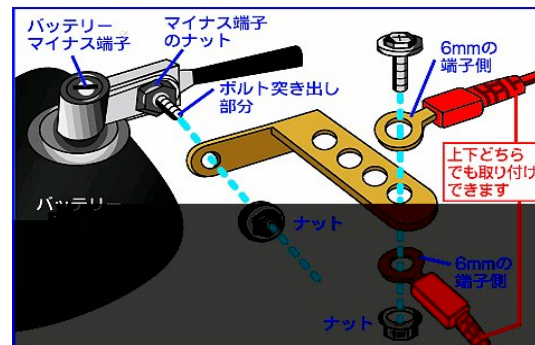

図3
- ② バッテリーのマイナス端子に装着されている締め付けボルトの突き出した部分に、別売のアーシングターミナルを取り付けます。(車種によりバッテリーのマイナス端子の形状・位置・向き等は異なりますので、ターミナルは各車種に合わせて取付けて下さい)ボルトの突き出し部分が足りない場合は、マイナス端子のナットを外して共締めして下さい。(図3参照)